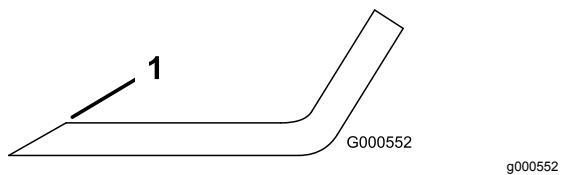

Figure 77
Remarque: Si la lame est déséquilibrée, limez un peu l'extrémité de l'ailette seulement (Figure 77).
1. Au moyen d'une lime, aiguisez les tranchants à chaque bout de la lame (Figure 77).